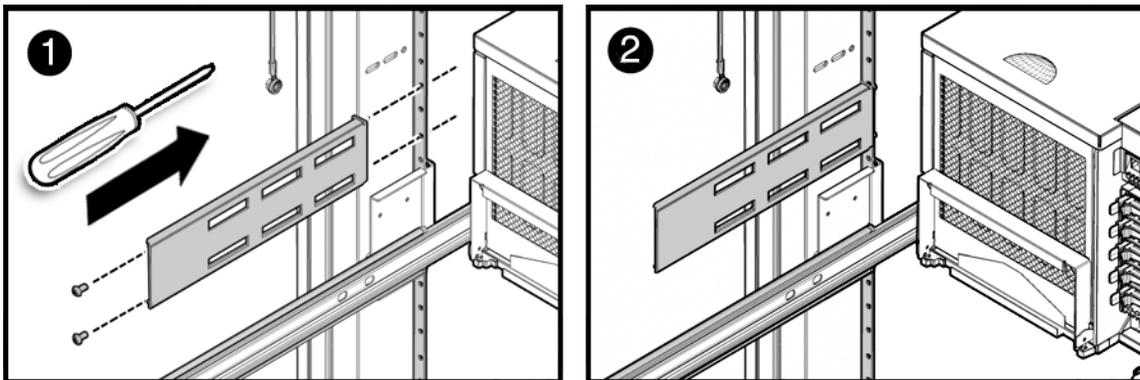

FIGURE 2-15 Installation de supports supplémentaires dans un rack Sun 1000
3. **Placez les écrous à cage derrière les oreilles filetées du rack Sun et insérez les deux (2) vis dans le support et l'oreille du rack (FIGURE 2-15).**